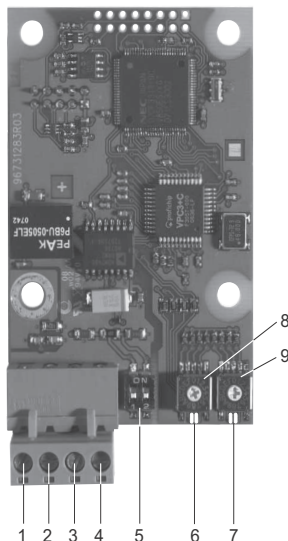

Fig. 1 CIM 1XX Profibus-modul
**Bemærk** Spændingsforsyningen, pos. 4, fig. 1, må kun bruges til ekstern terminering.